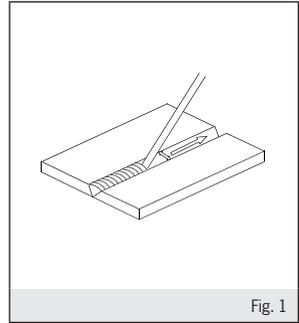

Fig. 1
In generale, l'elettrodo va mantenuto inclinato e va spostato eseguendo delle oscillazioni tra i due lembi da unire in modo da evitare un eccessivo accumulo di materiale di apporto al centro della saldatura (vedi Fig. 1).
*In general, the electrode is kept tilted and is shifted by making oscillating movements between the two edges that are to be joined so as to avoid an excessive build-up of weld material in the centre of the weld (see Fig. 1).*
En général, l'électrode doit être maintenue en position inclinée et doit être déplacée en effectuant des oscillations entre les deux bords à unir de manière à éviter une accumulation excessive de matériau d'apport au centre de la soudure (voir Fig. 1).
kstück. Die Verkleidung der Elektrode liefert bei der Verbrennung das Schutzgas für das Schweißbad. Der Schweißvorgang kann mit diversen Techniken, deren Wahl von verschiedenen Faktoren abhängt, erfolgen. Im allgemeinen wird die Elektrode in geneigter Position gehalten und verschoben, indem man oszillierende Bewegungen zwischen den beiden zu verbindenden Schweißkanten ausführt, um eine übermäßige Ansammlung von Zusatzwerkstoff in der Mitte der Schweißung zu vermeiden (siehe Abb. 1).
gas protector al baño de soldadura. Las técnicas empleadas en la soldadura pueden ser diferentes, se elegirá según varios factores. En general, el electrodo se mantiene inclinado y se desplaza con oscilaciones entre los dos bordes a unir, para impedir una acumulación excesiva del metal de soldado en el centro de la soldadura (ver Fig.1). Al terminar cada pasada, es preciso quitar la escoria con un martillo o con un cepillo.